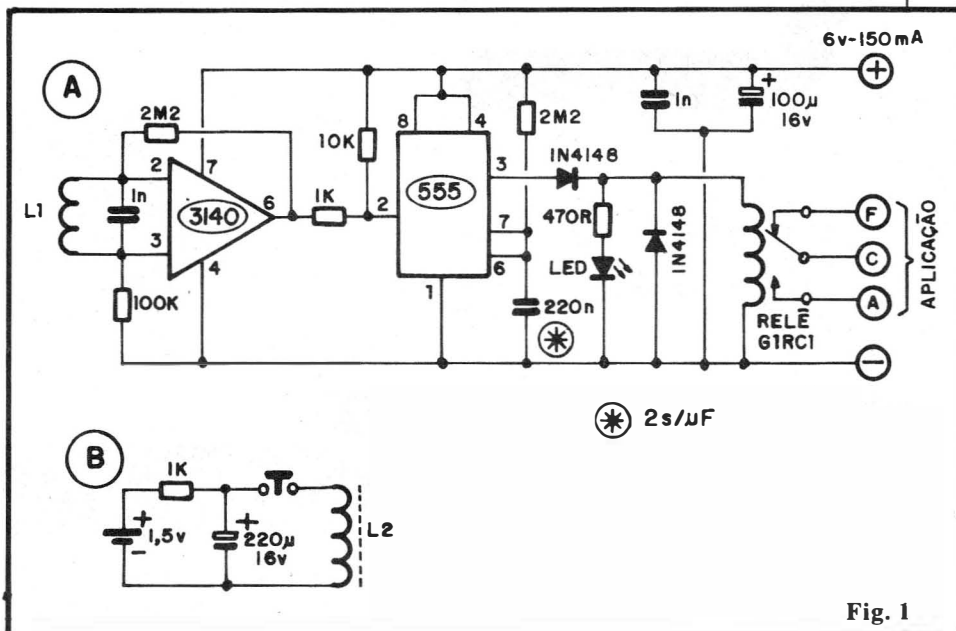

Fig. 1
mento e testes do Projeto, levou-se em consideração que - normalmente - luminárias com lâmpadas fluorescentes trabalham sob "wattagens" bem mais baixas (principalmente na iluminação de corredores ou áreas de uso coletivo em edifícios de apartamentos...). Na solução do seu problema, recomendamos as seguintes experiências: colocar **starters** novos nas luminárias e/ou modificar o valor do capacitor de **gate** original do TRIAC (100n no projeto básico da MIPCOB). Tente, inicialmente, valores de 47n e 220n... Detetado o sentido da "melhora", volte a modificar o valor, até obter um acionamento mais firme das lâmpadas. Em último caso, tente agir sobre a elevada frequência de **clock** (gerada, no circuito do MIPCOB pelo **gate** do 4093 delimitado pelos pinos 8-9-10 - fig. 1 - pág. 12 - APE 15), modificando experimentalmente o capacitor original de 2n2, inicialmente dentro da faixa que vai de 1n a 4n7, verificando se a melhora ocorre com a modificação "para menos" ou "para mais" e, em seguida, procurando adequar um valor que mostre o acionamento mais perfeito. Para finalizar, verifique se as luminárias que pretende controlar, em funcionamento normal (acionadas por interruptores) também não apresentam o mesmo comportamento instável na partida (isso é **muito** comum em instalações velhas...). Se isso ocorrer, obviamente que a "culpa" **não** é da MIPCOB! Tratar-se-á de um defeito inerente à "idade" dos reatores, que devem ser substituídos!
Realmente, Tércio, o desempenho do MALOSA (modéstia à parte...) é **muito** bom, desde - obviamente - que seja usado para o fim descrito no artigo original e dentro dos esquemas de ligação propostos em APE 14! Você mesmo já identificou onde está o seu erro: no casamento de impedâncias! A rede original de entrada do MALOSA foi dimensionada para sinais de **baixa** impedância e **alto** nível (normalmente encontrado nas "saídas para falante" de qualquer equipamento de áudio...), enquanto Você tentou ligá-lo numa fonte de sinal com impedância **alta** e nível relativamente **baixo**! Para um perfeito desempenho, Você terá que fazer pequenas alterações nessa rede de entrada, conforme sugere a fig. B. Primeiro elimine o resistor original de 1K (marcado com um asterisco dentro de um quadrado, na fig. 1 - pág. 8 - APE 14), simplesmente **não o colocando** na placa. Elimine também o resistor original de 4K7 (marcado com um asterisco dentro de um pequeno círculo, na mesma figura mencionada...), porém, nesse caso, substituindo-o, na placa, por um **jumper** (pedaço de fio). Com tais providências, o potenciômetro original de 100K (volume) ficará praticamente "sozinho" na determinação da impedância de entrada do MALOSA, além do que o nível de atenuação do sinal será drasticamente "maneirado". Para uma melhor "passagem" de frequências, dentro dessa nova utilização, substitua também o capacitor eletrolítico de entrada original (10u) por um de 4u7 (asterisco num quadrado, na fig. B). Finalmente, para inserir um controle de
A fig. 1 mostra, em (A) o esquema do Módulo de Recepção e Comando e em (B) o diagrama da "chave" eletro-magnética portátil. Analisemos primeiramente a "chave" (fig. 1-B) que não poderia ser mais simples (a idéia é justamente reduzir os componentes ao mínimo absoluto, para "ganhar" portabilidade...).
O Módulo de Recepção (fig. 1-A) é também simples. Seu bloco de entrada está estruturado em torno de um Integrado CA3140 (Am-